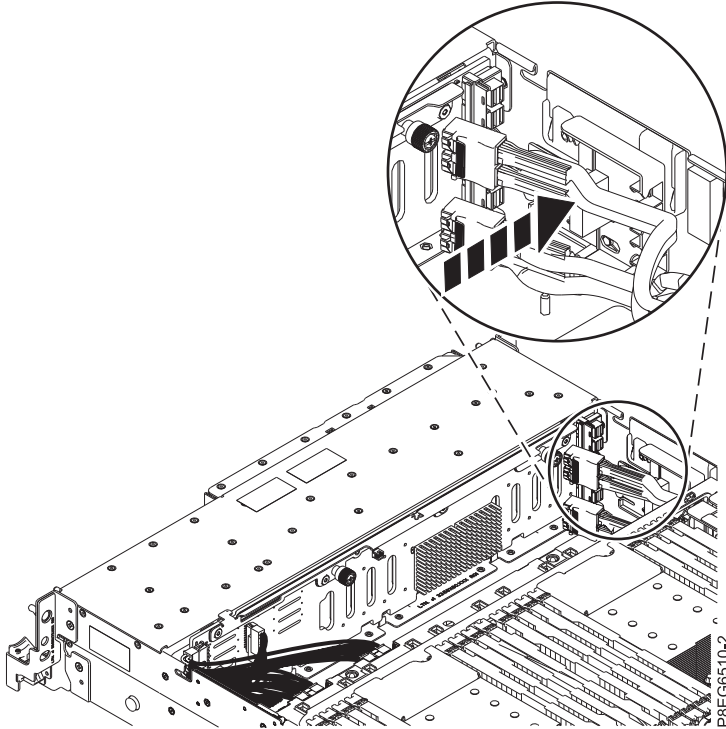

Figure 5. Réinstallation du câble SAS avant dans le bloc de guides
8. Réinstallez le câble SAS avant dans le bloc de guides situé sur le côté du châssis, comme illustré dans la figure 5, à la page 8.